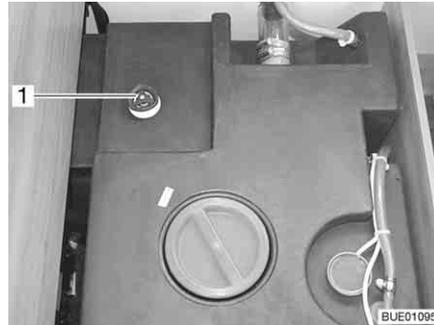

Bild 203 Wassertank mit Drehgriff
- Auf dem Wassertank den Drehgriff (Bild 203,1) entgegen dem Uhrzeiger-sinn über den Widerstand hinaus bis zum Anschlag drehen, um die Ablauf-öffnung vollständig zu öffnen.